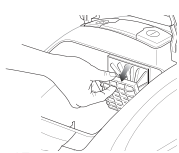

Fig. 15
- 2 Maintenir le cadre du filtre et le tirer pour l'enlever. (Fig. 15)